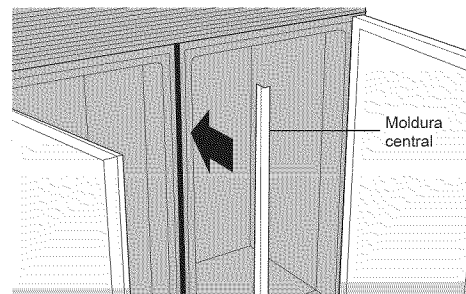

Figura 17
- Vuelva a verificar el nivel de cada unidad. Dependiendo de qué tan plano y liso sea el piso, es posible que tenga que volver a ajustar la unidad varias veces antes de lograr un estado aceptable de nivelación y alineación. Deje un espacio de 3/8" entre las unidades para colocar la moldura central (G o H). Véase la figura 17.